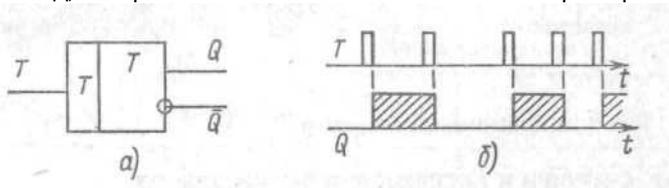

Рисунок 5.3. Счетный триггер
2. *Счетный T-триггер.* Для этого входы J и K присоединяются к потенциалу, соответствующему логической единице: $J=K=1$. В момент среза тактового импульса триггер переключается на противоположное состояние. Таким образом, счетный триггер имеет единственный тактовый вход, который обозначается T . Обозначение T-триггера приведено на рис.5.3,а.
На рис.5.3,б приведены временные диаграммы, поясняющие работу счетного триггера. Из диаграмм видно, что частота повторения сигнала Q вдвое меньше, чем частота повторения импульсов T , т. е. T-триггер делит частоту импульсов на 2. Счетные триггеры широко применяются в счетчиках, распределителях и делителях частоты, а также в различных переключателях. Для реализации счетного триггера обычно пользуются ИМС JK-триггера, входы J и K соединяют с источником питания.